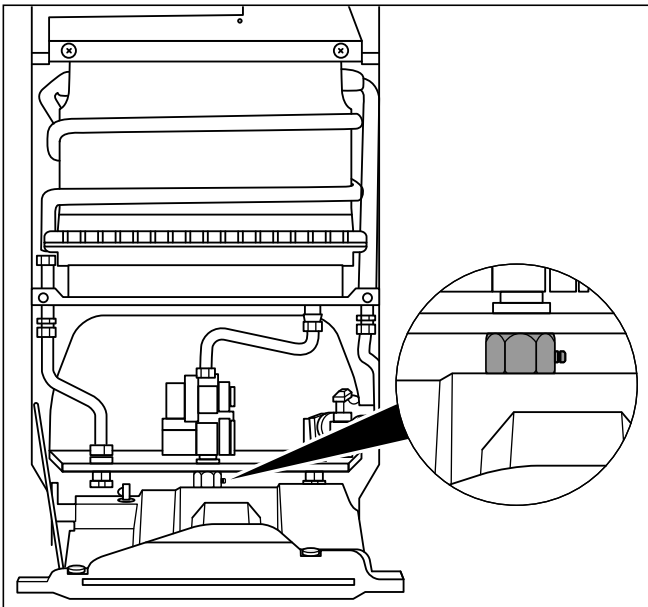

Fig. 6.1 Tobera de medición para la presión de conexión del gas Typ 11-2/0 y 14-2/0
- Desatornille el tornillo de obturación de la tobera de medición para la presión de conexión (véase fig. 6.1 Tobera de medición para la presión de conexión del gas).